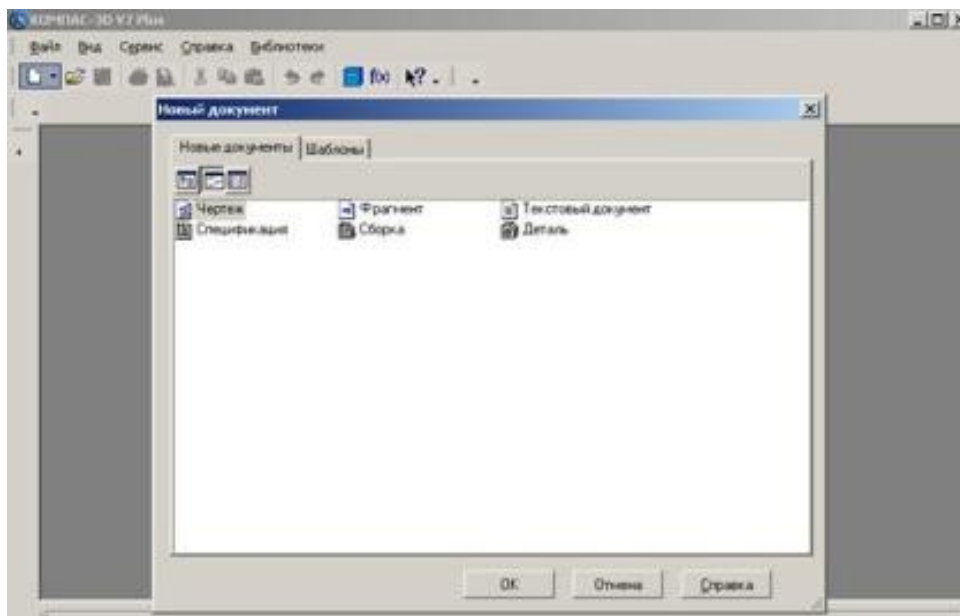
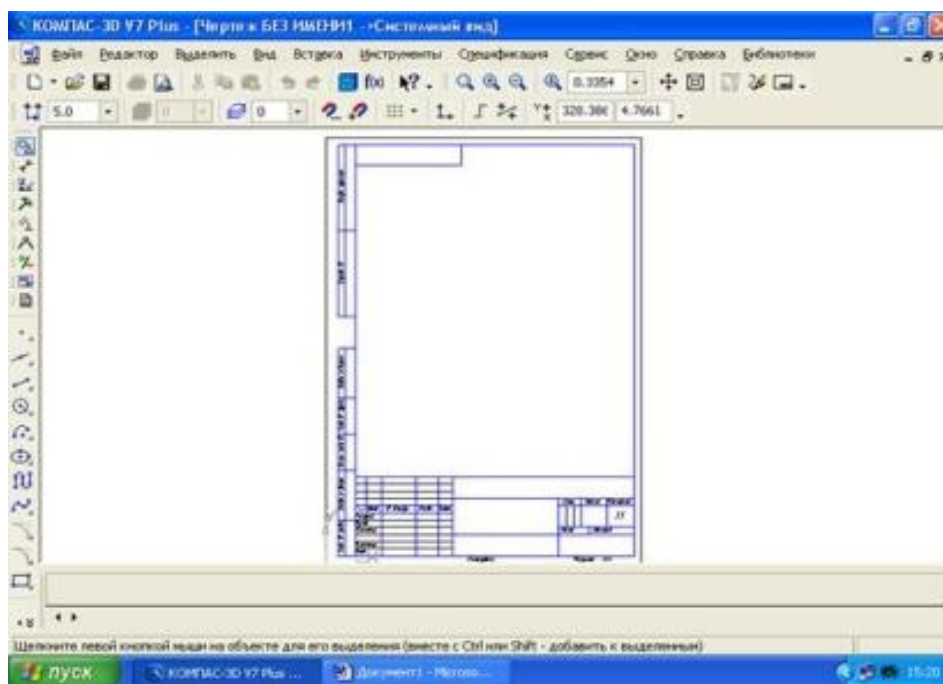

Рис.2
Рис.3 Создание листа чертежа
После запуска системы «Компас» на экране отобразится главное окно системы, на котором представлены элементы управления системой (рис.2).
- 1) Щелкнуть по кнопке «**Закреть программу**» в верхнем правом углу экрана (рис.2);
«Чертеж» (рис.2). На экране появится лист формата А4, расположенный вертикально (рис.3).